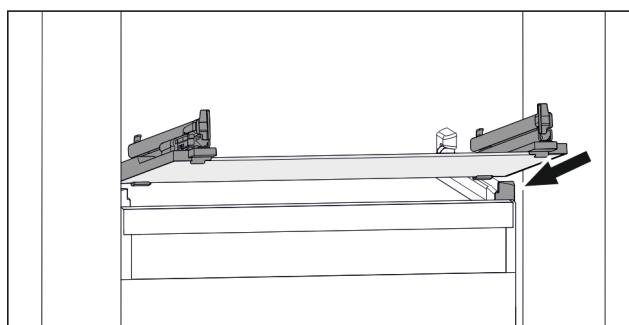

Fig. 161 Eksempel på fremstilling av glassplaten
- Sett glassplaten på skrå bak stopperne. (se Fig. 161)